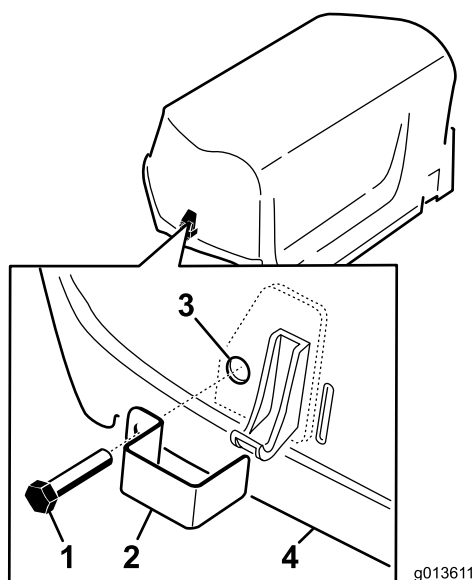

Figura 15
2. Montate un dispositivo di chiusura sul fermo del cofano (Figura 15) con un bullone senza dado (2 in totale).